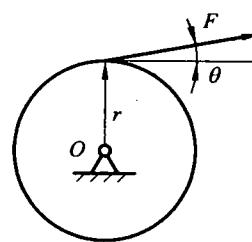

图 2.4
13. 将图 2.4 中作用在轮缘上的力 F 等效地平移至轮心, 并写出结果。